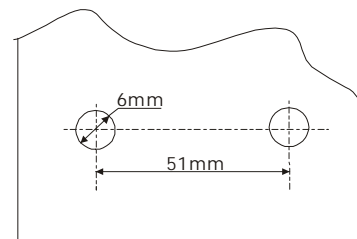

Fig. 4
- 1) Fure dois buracos mesmo na parede e seguir estritamente a dimensão como indicado na fig.4.